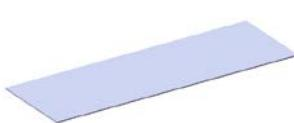
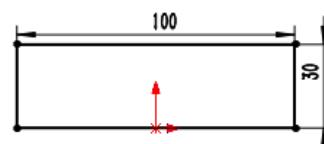

图 13.2.33 基体一法兰 1
图 13.2.34 横断面草图
Step2. 创建图 13.2.33 所示的钣金基础特征——基体一法兰 1。
(1) 选择命令。选择下拉菜单 **插入(I)** → **钣金(H)** → **基体法兰(A)...** 命令 (或单击“钣金”工具栏上的“基体法兰/薄片”按钮 )。
(2) 定义特征的横断面草图。选取前视基准面作为草图基准面，绘制图 13.2.34 所示的横断面草图。
(3) 定义钣金参数属性。
① 定义钣金参数。在 **钣金参数(S)** 区域的 **厚度(T):** 文本框中输入厚度值 0.5。
② 定义钣金折弯系数。在 **折弯系数(A)** 区域的下拉列表中选择 **K 因子** 选项，把 **K** 文本框的因子系数改为 0.4。
③ 定义钣金自动切释放槽类型。在 **自动切释放槽(I)** 区域的下拉列表中选择 **矩形** 选项，选中 **使用释放槽比例(A)** 复选框，在 **比例(B):** 文本框中输入比例系数 0.5。
(4) 单击  按钮，完成基体一法兰 1 的创建。